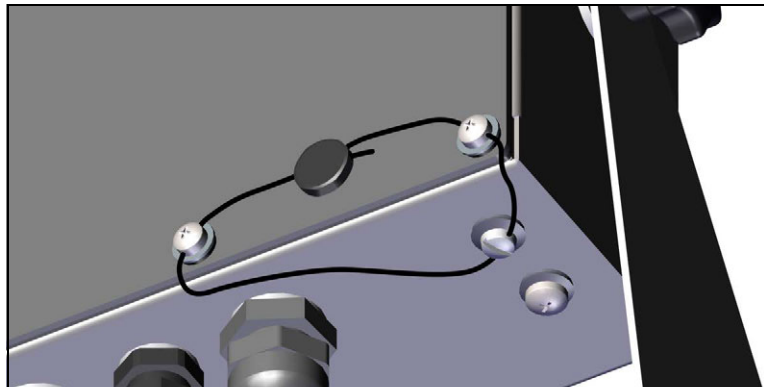

Figura 2-12. Precintado del indicador, prevención del acceso
3. Pase el precinto de seguridad por los tornillos de cabeza cilíndrica en la placa posterior y la parte inferior de la carcasa, como se muestra en la Figura 2-12.